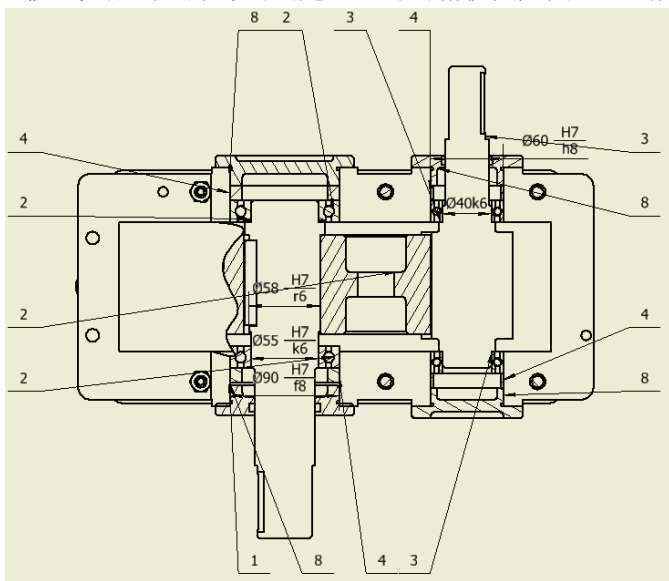

图 12-72 创建引出序号后的俯视图
③单击【确定】按钮完成引出序号的创建，此时的俯视图如图 12-72 所示。